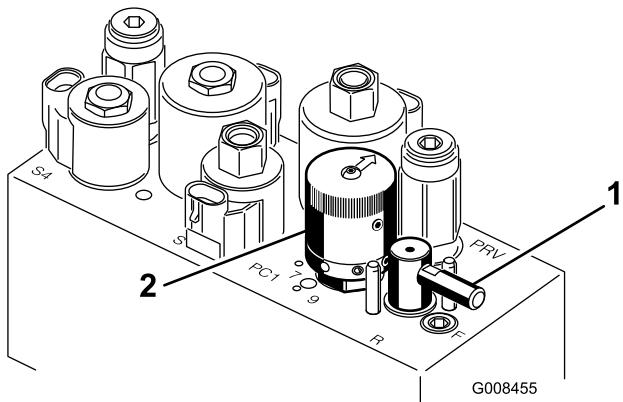

Bild 50
5. Drehen Sie den Läpphebel auf R (Bild 50).
6. Drehen Sie den Spindeldrehzahlregler auf 1 (Bild 50).